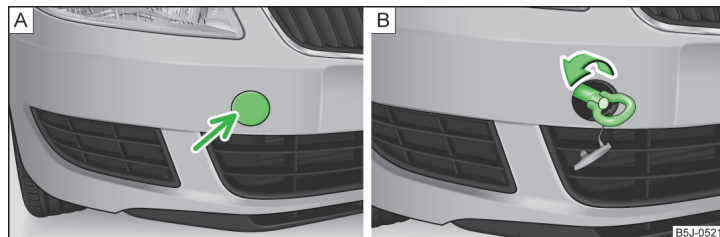

Fig. 148 Desmontaje de la caperuza cobertera / montaje de la argolla de remolque
- Presione la mitad izquierda de la caperuza protectora en la dirección de la flecha » fig. 148 - A.
- Enrosque manualmente la argolla de remolque girándola hacia la izquierda hasta el tope » fig. 148 - B. Para fijar la argolla recomendamos utilizar p. ej. la llave para rueda, la argolla de remolque de otro vehículo u otro objeto parecido que se pueda pasar por la argolla.